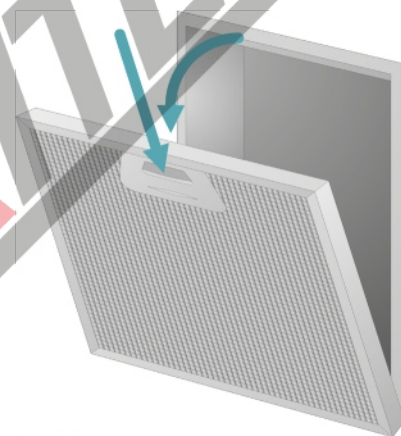

Рис. 12 Снятие алюминиевого жиरोулавливающего фильтра
1. Нажмите на защелки на жиरोулавливаемом фильтре и снимите фильтр. (Рис. 12)